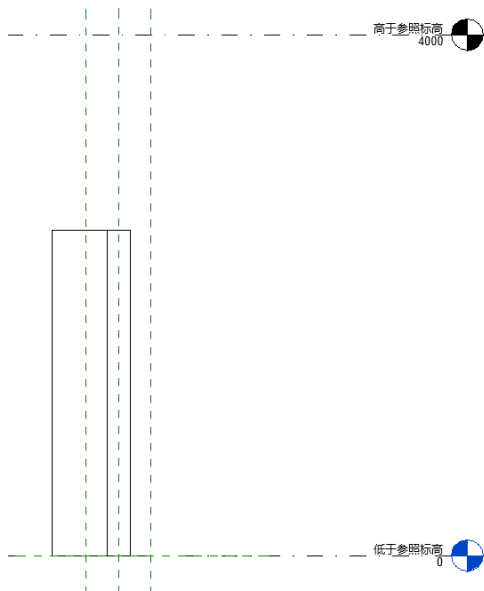
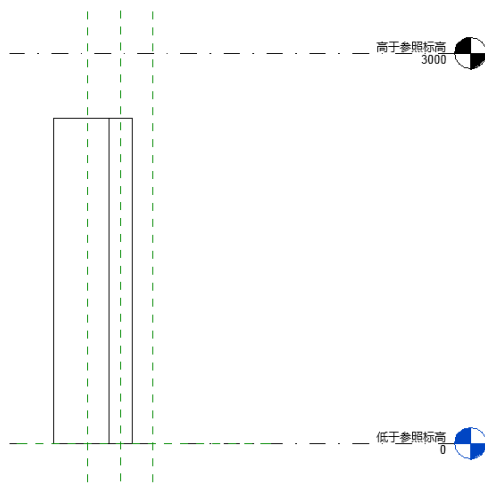

图 5-43 切换至前立面图
图 5-44 更改标高值
(4) 将视图切换至前立面图，如图 5-43 所示。双击“高于参照标高”数值，更改数值为“3000”，如图 5-44 所示。